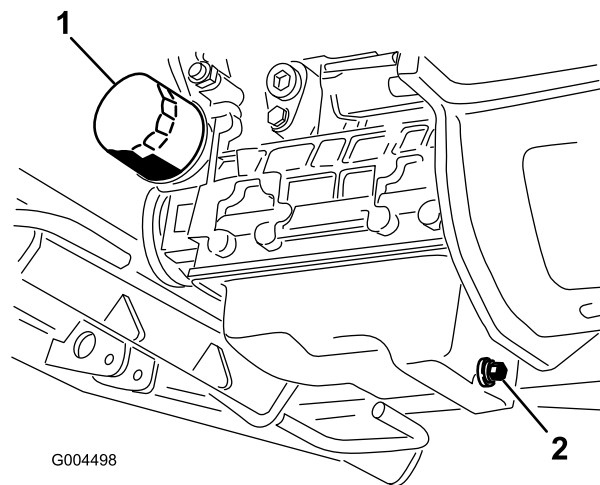

図 43
3. オイルパンの下についているドレンプラグの下に廃油受けをおく (図 43)。
6. オイルフィルタ (図 43) を取り外して交換する。